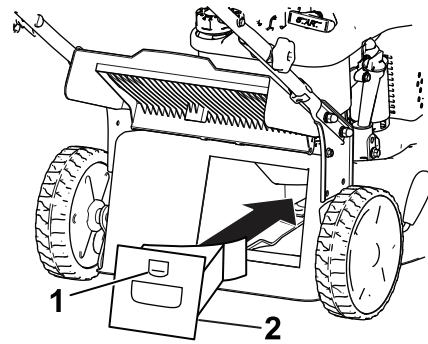

Bild 16
1. Heben Sie die Heckklappe an und halten Sie sie hoch (Bild 16).
2. Setzen Sie den Mulchverschluss in das Gehäuse und verriegeln Sie den Verschluss in der Öffnung im Gehäuse (Bild 16).